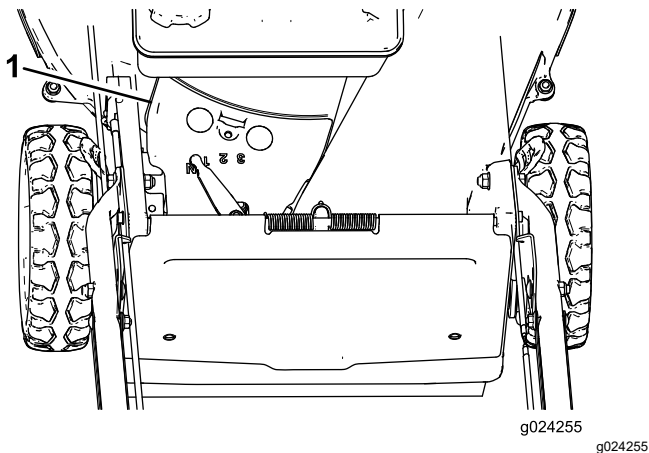

Figura 38
3. Retire la cubierta de la correa (Figura 38) de la carcasa de corte.